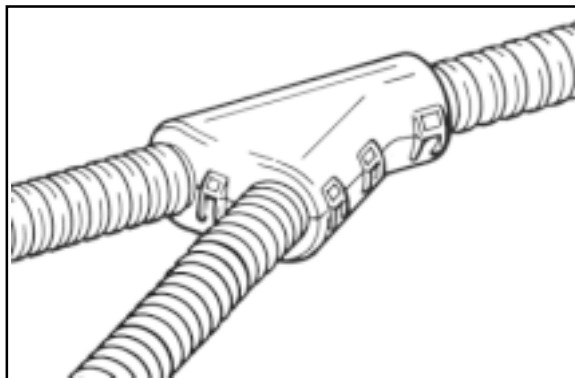

fig. 22 Pieza en forma de Y
- Colocar el trozo en forma de Y (fig. 22) entre la interrupción del tubo de protección.